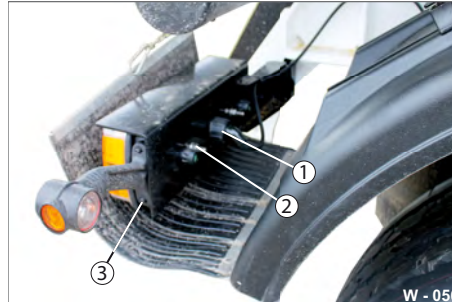

Abb. 63 Heckbeleuchtung, Befestigung
- ▶ Lösen Sie die entsprechende Schraubverbindung (Abb. 63/ 2, 3).
- ▶ Trennen Sie den entsprechenden Verbindungskabel (Abb. 63/1).